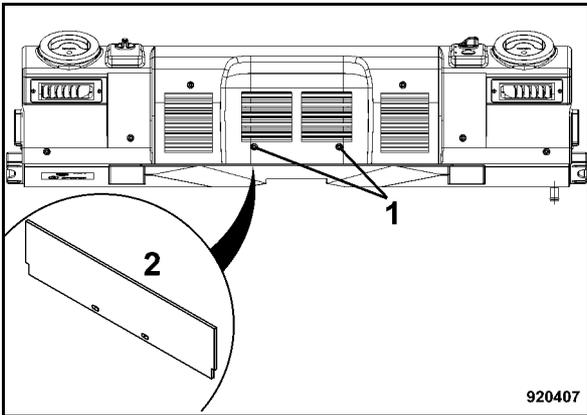

Рис. 155
- Отвинтить винты (1) (Рис. 155).
- Вытащить вниз фильтр (2).